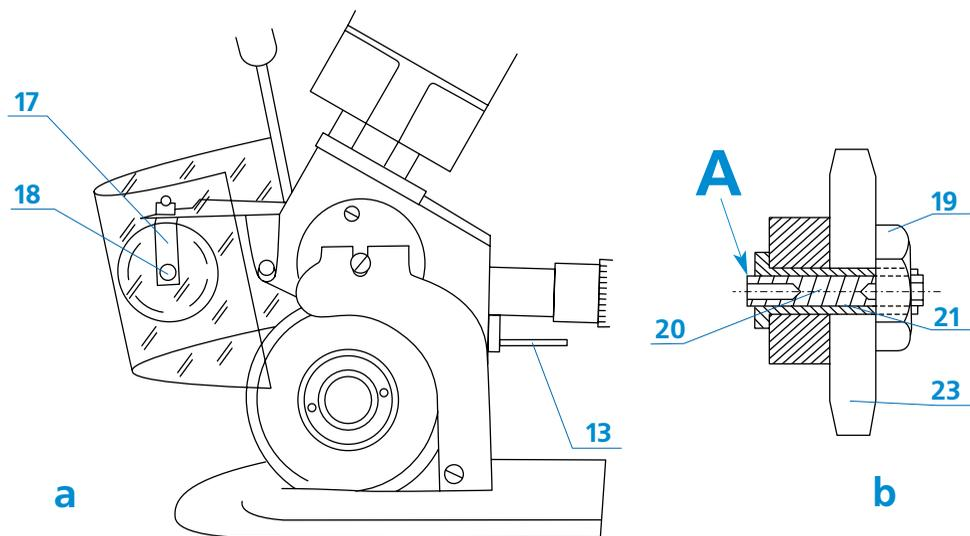

Рис.7
Заточной камень можно заменить на новый, или “перемонтировать” устройство с камнем и использовать его с другой, еще не изношенной стороны. В обоих случаях следует разобрать заточное устройство (рис.7б). С этой целью следует выкрутить два винта (18) (рис.7а) и отсоединить заточное устройство от кронштейна (17). Затем из втулки (21) вынуть ось (20) и, придерживая рукой бортик втулки, открутить гайку (19). Теперь можно разъединить все элементы устройства и произвести замену камня (23).
Монтаж заточного устройства выполнить, собирая на втулку элементы в той последовательности, как указано на рис. 7б. Смонтированное заточное устройство присоединить винтами (18) к кронштейну (17) так, чтобы гайка (19) располагалась бы со стороны тяги заточного устройства (13) - рис. 7а.
Маслом для швейных машин смазывать в месте, обозначенном стрелкой А. Она показывает место смазки оси комплекса заточных камней (рис. 7б).